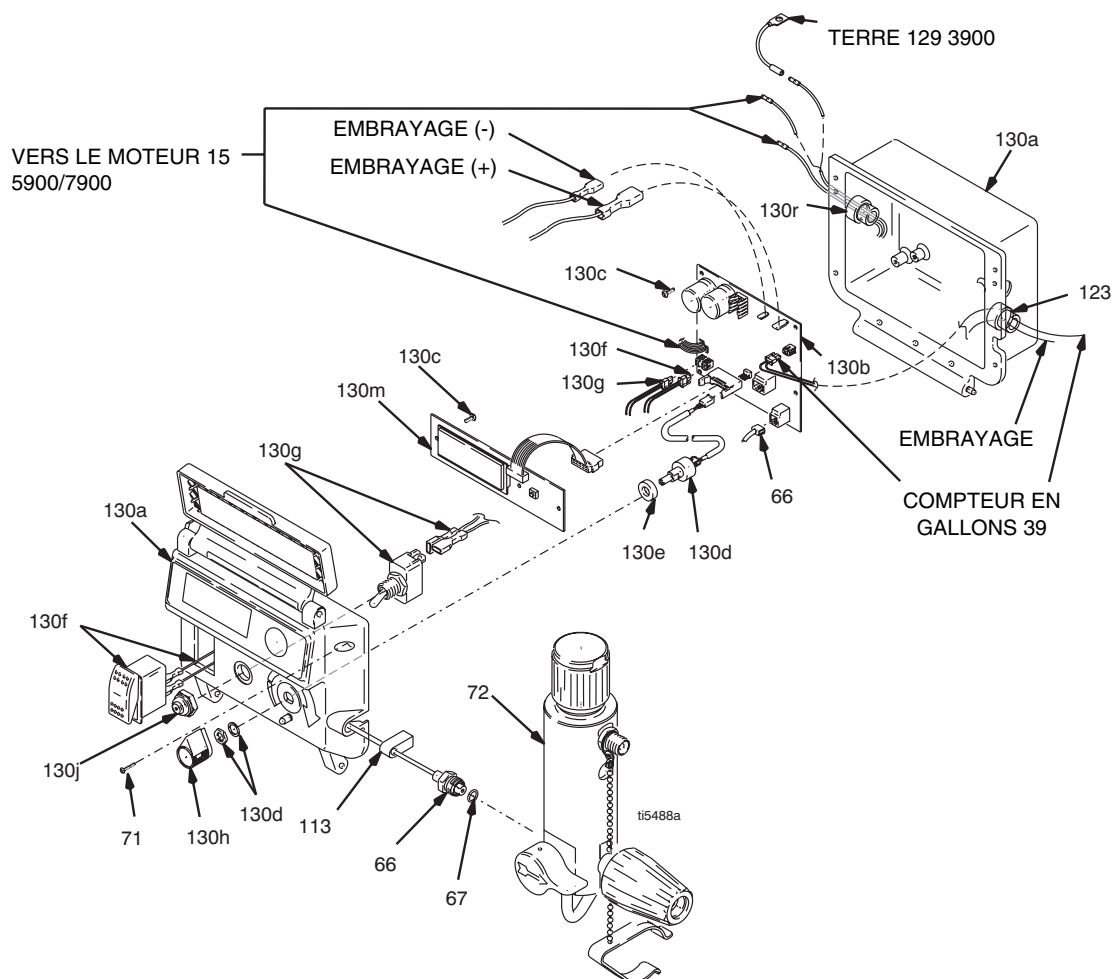

FIG. 14
12. FIG. 14. Connecter les connecteurs d'embrayage à l'intérieur de la régulation de pression.
1. FIG. 14. Retirer les deux vis (71) et rabattre le boîtier (130a) vers le bas.
1. FIG. 14. Enlever les deux vis (71) et rabattre le boîtier (130a).
- Fil du capteur (66)
- Fil du capteur du volucompteur en gallons (39)
1. FIG. 14. Fixer la carte de commande (130b) avec quatre vis (130c).
2. Débrancher le fil du capteur (66) de la carte de commande moteur (130b).
3. Tirer le connecteur du capteur en le faisant passer à travers le passe-fil en caoutchouc (113).
4. Enlever le capteur de pression (66) et le joint torique (67) du corps du filtre (72).
1. FIG. 14. Placer le joint torique (67) et le capteur de pression (66) sur le corps du filtre (72). Serrer à 35 - 45 N.m.
3. Brancher le fil du capteur (66) sur la carte de commande (130b).
4. Replacer le boîtier (130a) et le fixer à l'aide des deux vis (71).
2. FIG. 14. Monter le potentiomètre, l'écrou d'arbre, la rondelle d'arrêt et le bouton du potentiomètre (130h).